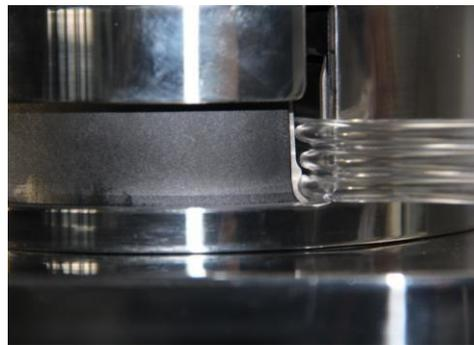

图 2
- 1.1.4. 确保软管无扭曲，弯折，软管准确卡在定位槽内（图 2）。